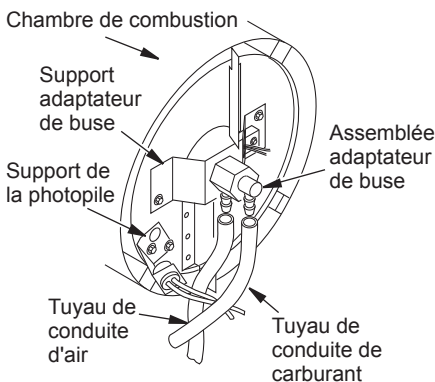

Figure 14 - Retrait de l'air et les tuyaux souples de carburant
3. Retirez les tuyaux de carburant et la conduite d'air de gicleur (voir figure 14).